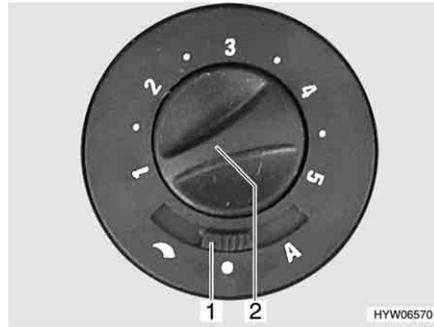
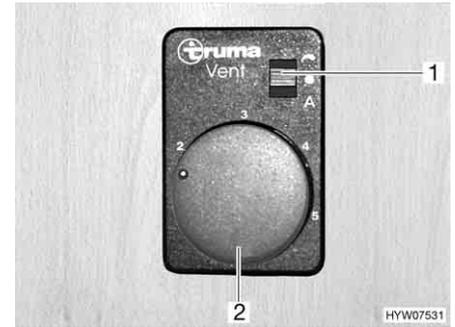

Fig. 88 Interruttore di comando per la ventola di ricircolo dell'aria (variante 1)
Fig. 89 Interruttore di comando per la ventola di ricircolo dell'aria (variante 2)
- Posizionare l'interruttore a scorrimento (Fig. 88,1 o Fig. 89,1) su "↷" (regolazione manuale) o "A" (funzionamento automatico).
- Impostare con la manopola (Fig. 88,2 o Fig. 89,2) la prestazione desiderata della ventola di ricircolo dell'aria (regolazione manuale) oppure limitarla (funzionamento automatico).
- Posizionare l'interruttore a scorrimento (Fig. 88,1 o Fig. 89,1) su "●" (spento).